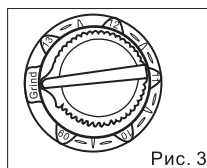

Рис. 3
1. Режим шлифовки GRIND используется при обработке металла абразивными и шлифовальными кругами. В данном положении светофильтр выключается. Переключите регулятор в положение "GRIND" на внешнем регуляторе (см рис.3).